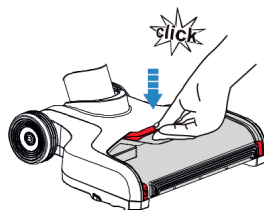

Fig. 8
- Para volver a colocar la cubierta, apunte hacia la ranura y empuje hasta que haga clic. La instalación está completa (Fig. 8).